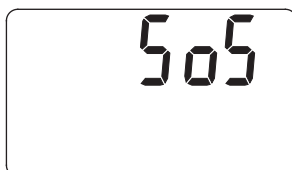

FIG. 37
1. Mantenga oprimido el botón PROGRAM (Programar) hasta que aparezca la pantalla que se indica en la Fig. 37. Cuando ello ocurra, oprima tres veces el botón PROGRAM (Programar) y aparecerá la pantalla que se indica en la Fig. 29.